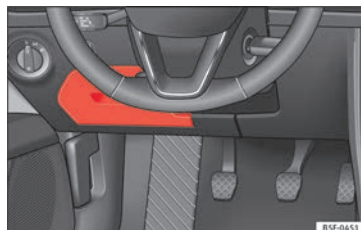

Abb. 101 Auf der Fahrerseite in der Instrumententafel: Abdeckung des Sicherungskastens.
- **Öffnen:** Abdeckung nach unten aufklappen » **Abb. 101.**